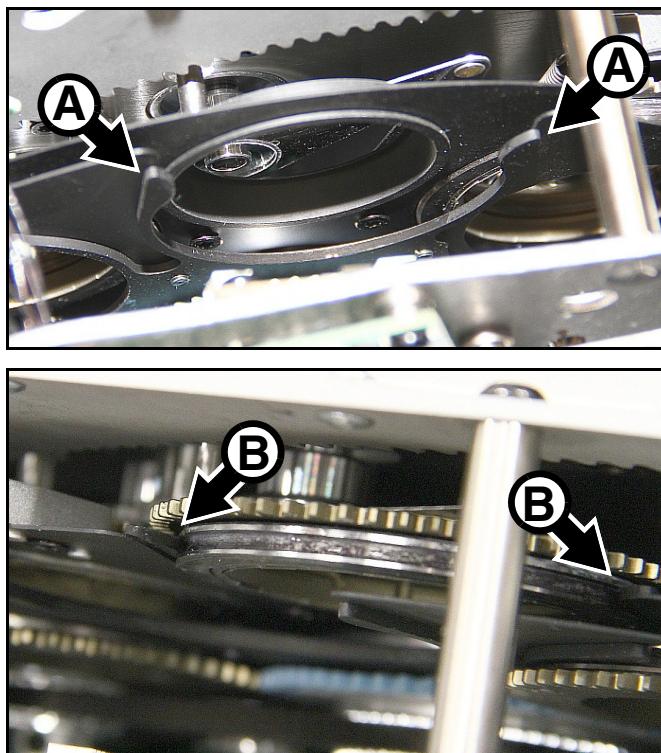

Figure 13 : Clip du porte-gobo et gorge correspondante sur le porte-gobo
Voir Figure 13. Les porte-gobos sont maintenus en position sur les deux roues de gobos par des clips. Lorsque vous installez un gobo sur une roue, assurez-vous que les mâchoires **A** s'engagent dans les gorges du porte-gobo des deux côtés comme indiqué en **B**.
5. Les porte-gobos sont maintenus en place par des clips (voir Figure 13 en page 25). Lors du remontage du porte-gobo, assurez-vous que les mâchoires du clip s'engagent dans la gorge de chaque côté du porte-gobo.